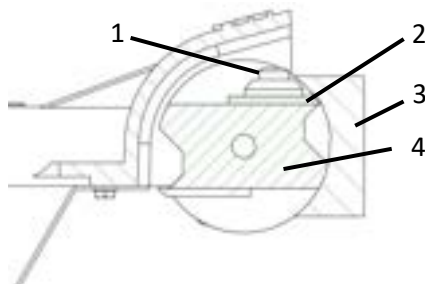

Abb. 12: Messer einstellen
- > Lösen Sie die Messerschraube (1 – Abb.12).
- > Schieben Sie das Messer (2 – Abb.12) nach ganz hinten.
- > Legen Sie die Messerlehre (3 – Abb.12) auf die Walze (4 – Abb.12) auf, so dass diese auf den beiden Auflageflächen der Walze oben und unten aufliegt.